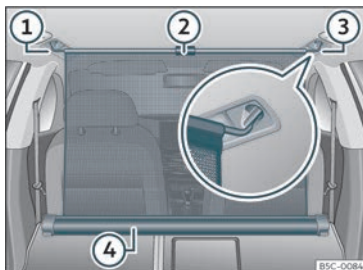

Fig. 124 Nel bagagliaio: rete divisoria fissata con gli schienali del sedile posteriore ribaltati.
- Tirare verso l'alto la linguetta»» fig. 124 ② per estrarre la rete dalla scatola»» fig. 124 ④.
- Fissare la rete divisoria sul lato destro o sinistro»» fig. 124 ③ (immagine ingrandita).
- Fissare la rete divisoria nell'alloggiamento del lato opposto»» fig. 124 ① tirando la barra.
La rete divisoria è correttamente montata quando le estremità a forma di T sono fissate saldamente agli alloggiamenti corrispondenti»» fig. 124 ③ e ①.
- Avvolgere la rete nella scatola»» fig. 124 ④ abbassandola con la mano.